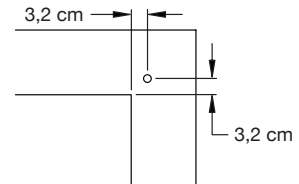
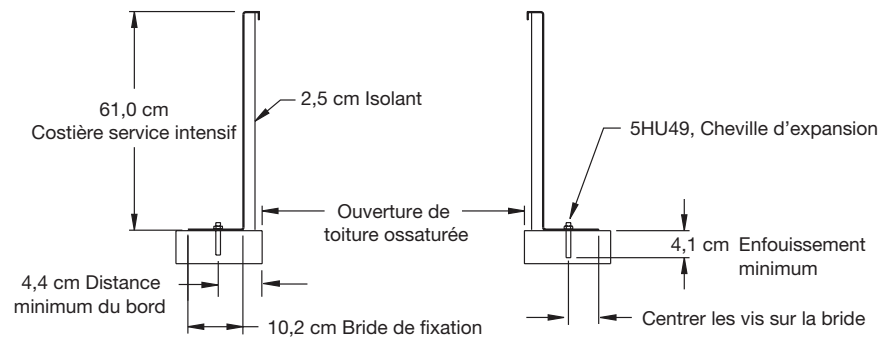

Figure 3 — Vue de dessus - Détail de la cheville de coin
Figure 4 — Ancrage dans le béton
- a. ANCRAGE DANS DU BÉTON (voir la Figure 4)
1. Fixer au béton avec seize (16) chevilles d'expansion (5HU49) ou équivalent.
2. En attacher une (1) à chaque coin comme indiqué. Voir la Figure 3.
3. En attacher une (1) au centre de chaque côté.
1. Fixer avec seize (16) vis autotaraudeuses (1ME19).
**REMARQUE :** Utiliser un minimum de cinq (5) vis par côté, il est possible d'ajouter des vis supplémentaires le cas échéant.
2. En attacher un (1) à chaque coin comme indiqué. Voir la Figure 3.
3. En attacher un (1) au centre de chaque côté.